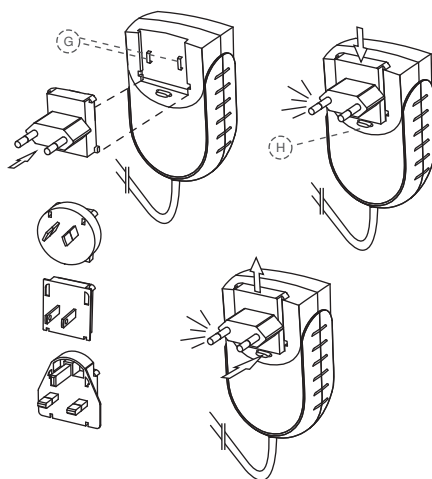

Fig. 4 Alimentatore e adattatore
1. Selezionare l'adattatore corrispondente alla presa di corrente per l'alimentazione; vedere la Fig. 4.
2. Posizionare l'adattatore necessario sui due contatti (Fig. 4, G) dell'alimentazione elettrica e premere verso il pulsante di blocco (Fig. 4, H) fino a che non scatta in posizione. Per cambiare l'adattatore è necessario premere il pulsante di blocco.